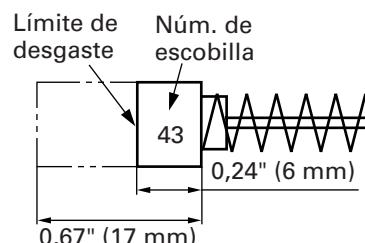

Fig. 23
4. Inspeccionar los escobillas de carbón (Fig. 23)
NOTA: Utilice las escobillas HITACHI Núm. 43 indicadas en la Fig. 23.